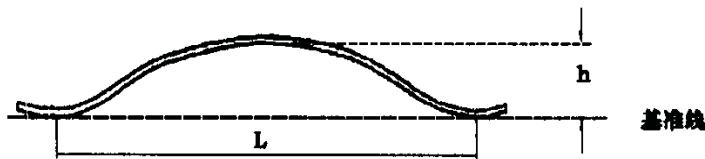

图 1
**直线度 (t):** 以玻璃管一条母线上任意两点连成的直线为基准线, 两点间玻璃管母线偏离基准线的最大距离 (h) 与基准线长度 (L) 之比 (见图 1)。